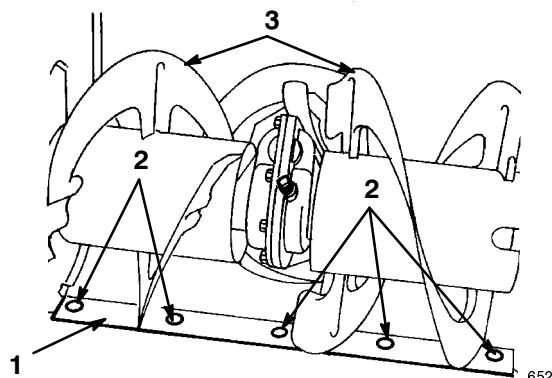

Figure 32
- Placez un support sous les lames de la tarière pour qu'elles se trouvent à 3 mm du sol (Fig. 32).
- Pour corriger la position de la lame racleuse, desserrez les 5 vis de montage (Fig. 32), mettez la lame de niveau à la hauteur voulue et resserrez les vis.